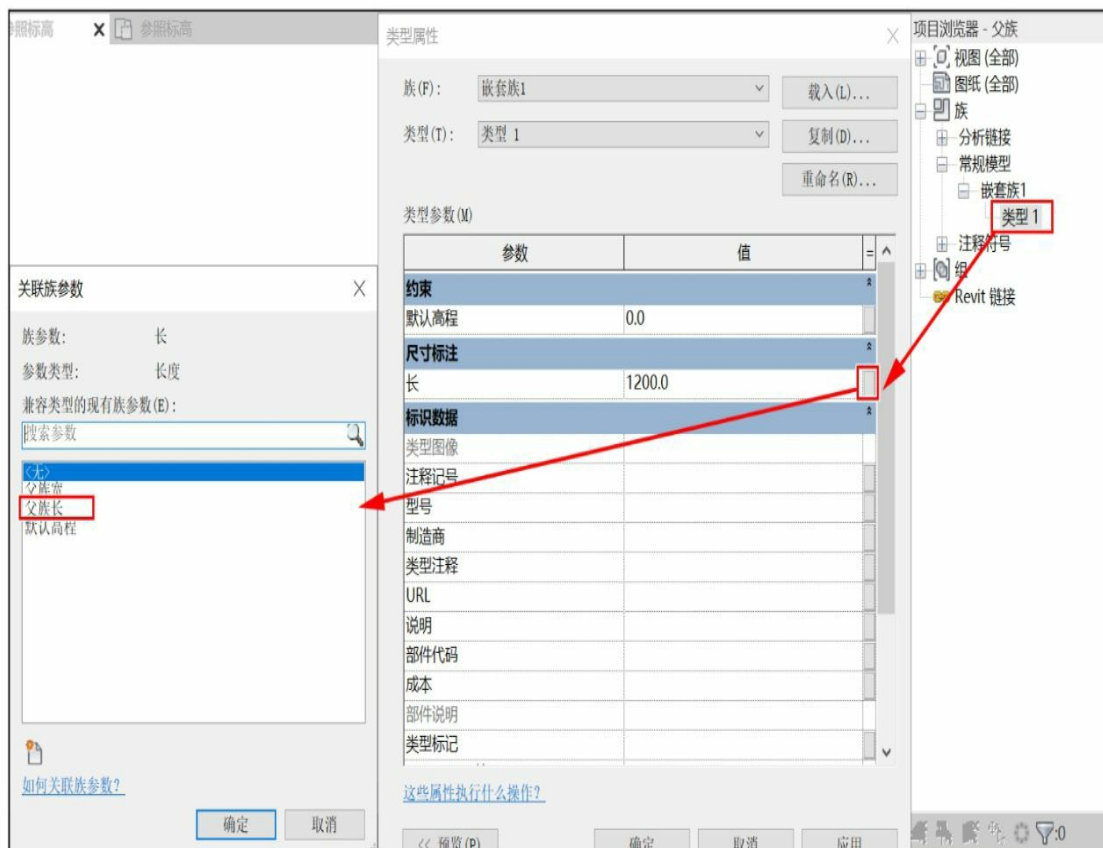

图7-95
(7) 在项目浏览器中双击“类型1”，打开“类型属性”对话框，如图7-95所示。此时只能看到参数“长”，因为这个参数是“类型”参数，参数“宽”不可见，因为参数“宽”是“实例”参数。单击参数“长”最右边的“关联族参数”按钮，打开“关联族参数”对话框，选择“父族长”参数，这样即可用“父族.rfa”中的“父族长”参数去驱动“嵌套族1.rfa”中的“长”参数。